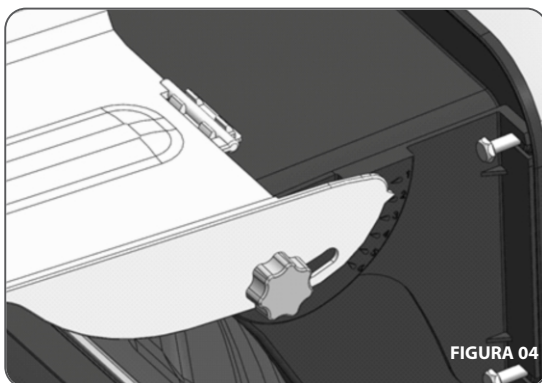
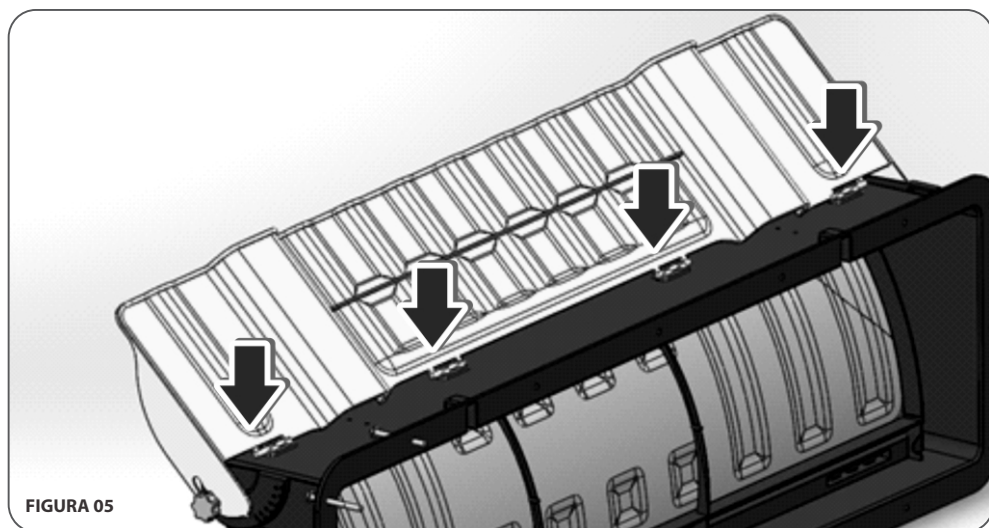

FIGURA 04
FIGURA 05
- > Conforme **Figura 04** e **Figura 05**.
> As setas representadas na **Figura 05** mostram a posição das 4 dobradiças para fixação do direcionador.
- > Según **Figura 04** y **Figura 05**.
> Las flechas que se encuentran en la **figura 05** muestran la posición de las 4 bisagras para fijar el direccionador.